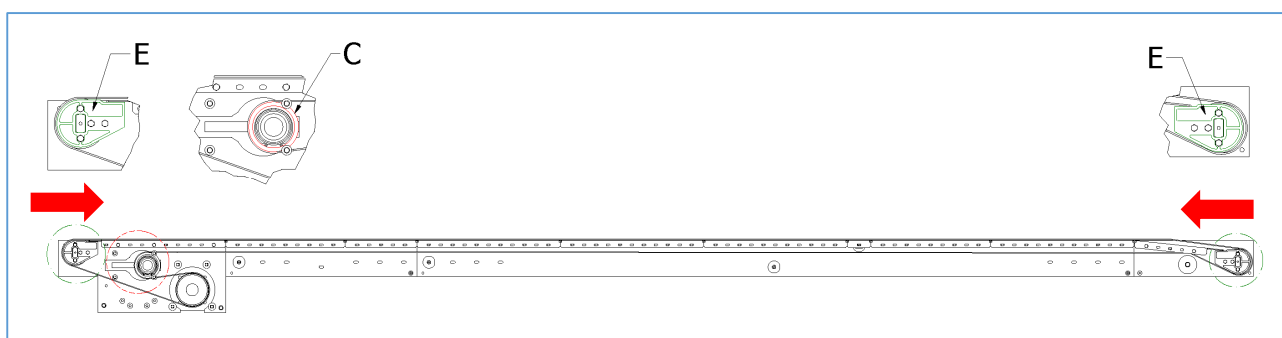

Figura 72 - allentamento del tappeto su un nastro modulare più lungo di 1200 mm.
- 5) Regolare il rullo di tiraggio (C) sulla posizione più vicina al rullo motore, allentando per quanto possibile la tensione del tappeto, come indicato dalle frecce rosse in Figura 72 e Figura 74.
- 6) Regolare i rulli di ritorno (E) sulla posizione più lontana dall'estremo del telaio, allentando ulteriormente la tensione del tappeto, come indicato dalle frecce verdi in Figura 72 e Figura 74.